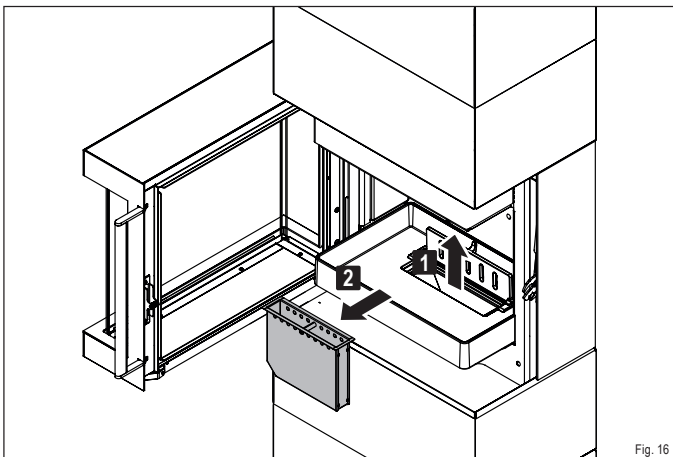

Fig. 16
- ▶ Ôtez le bac à cendres du foyer (Fig. 16).
- ▶ **Ôtez le bac à cendres du foyer (Fig. 16).**
- ▶ Ôtez le bac à cendre du foyer (Fig. 16).